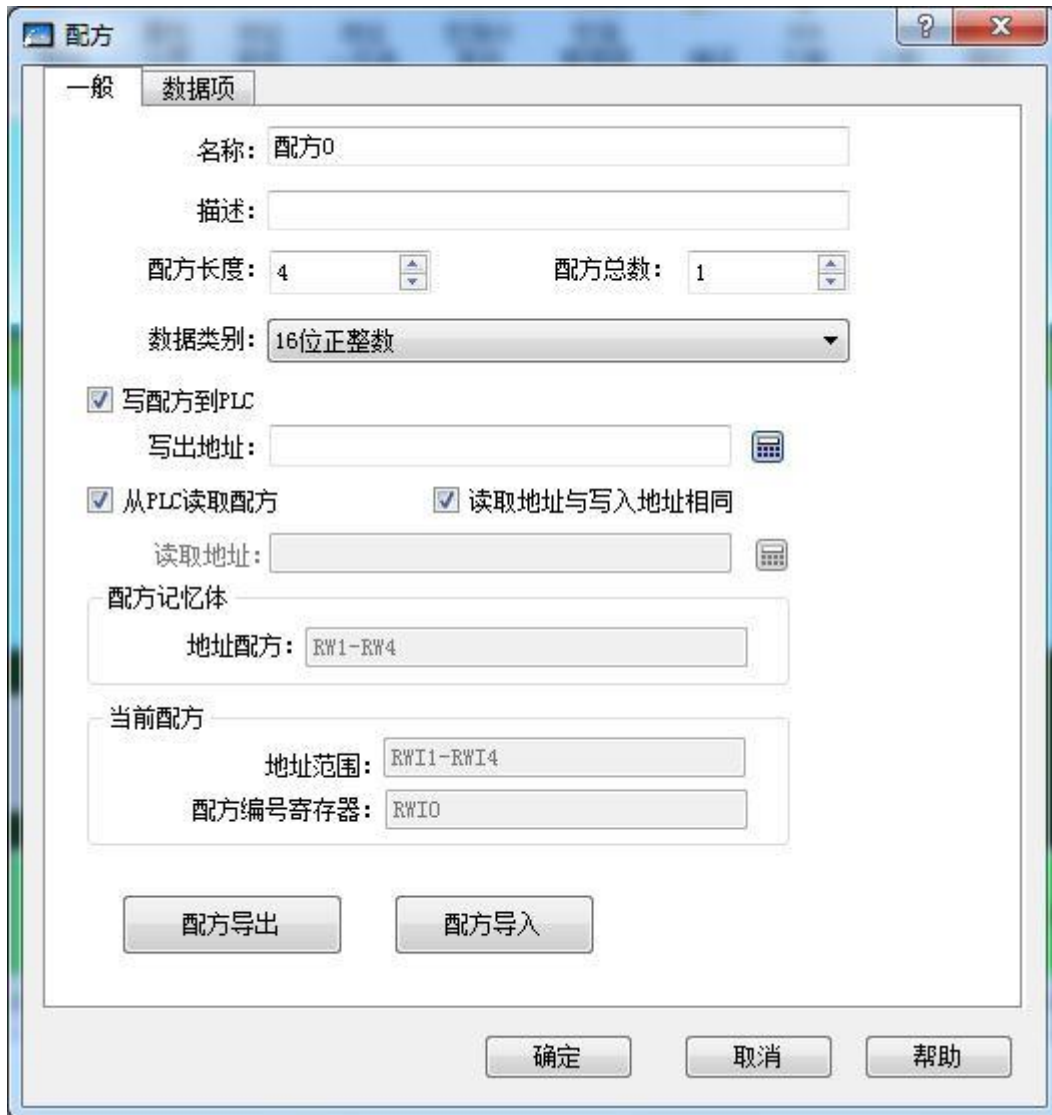

图 7-35 配方属性设置对话框
如图 7-35 所示：
3.根据上述操作，可以完成如下图 7-35 显示的画面：